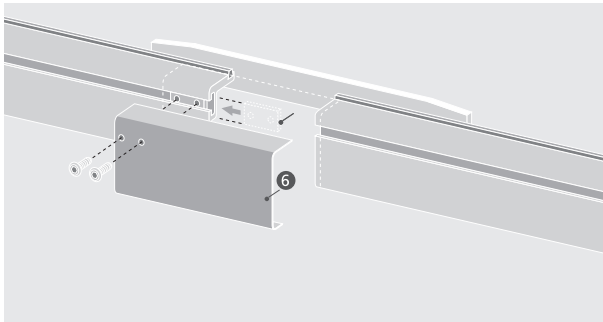

Abbildung 5.6.7
- Auf beiden Seiten Abdeckblech (6) montieren. (Abb. 5.6.7)